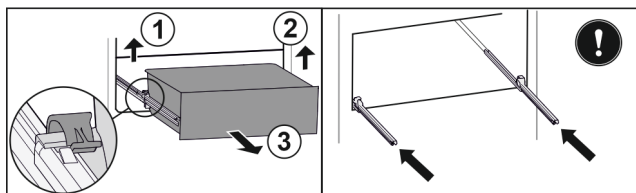

Fig. 40
- ▶ Dvignite levo spojko in hkrati povlecite predal levo naprej. Fig. 40 (1)
- ▶ Dvignite desno spojko in hkrati povlecite predal desno naprej. Fig. 40 (2)
- ▶ Predal vzemite ven v smeri naprej. Fig. 40 (3)